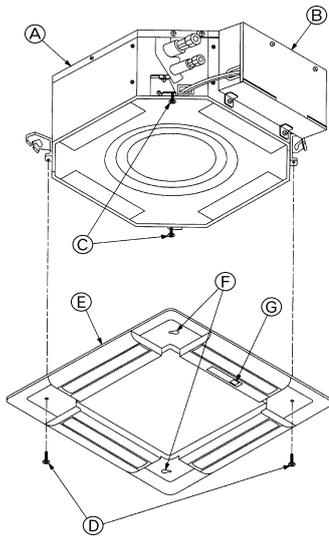
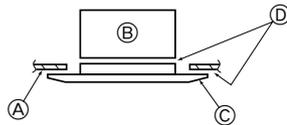
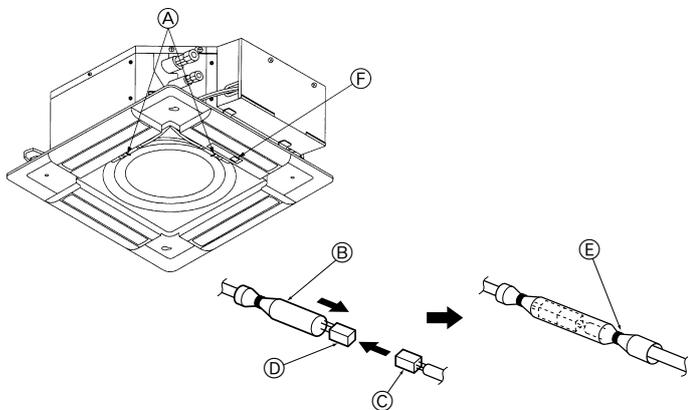
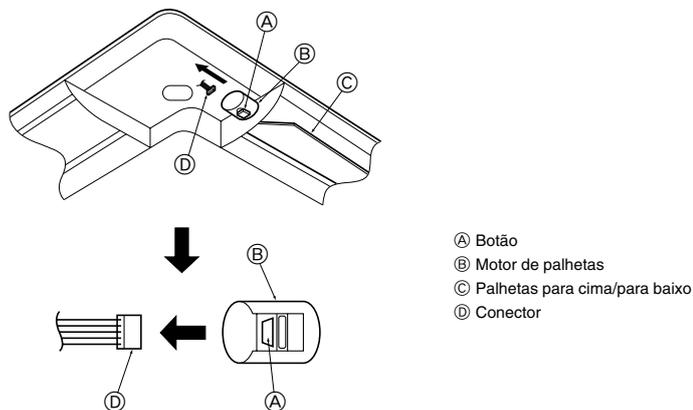

Fig. 8-6
Fig. 8-7
Fig. 8-8
Fig. 8-9
8.3.2. Instalação temporária da grelha (Fig. 8-6)
- (A) Unidade principal
- (B) Caixa do componente eléctrico
- (C) Parafuso com anilha (para utilização temporária)
- (D) Parafuso com anilha (Acessório)
- (E) Grelha
- (F) Orifício em forma de sino
- (G) Receptor (Para SLZ-KA25/KA35/KA50VAL)
8.3.3. Fixação da grelha (Fig. 8-7)
- (A) Tecto
- (B) Unidade principal
- (C) Grelha
- (D) Certifique-se de que não existe espaço.
8.3.4. Ligação do fio (Fig. 8-8)
- (A) Fecho (Acessório)
- (B) Tubo de vidro branco
- (C) Conector da unidade principal
- (D) Conector da grelha
- (E) Banda (Acessório)
- (F) Receptor (Para SLZ-KA25/KA35/KA50VAL)
8.4. Bloqueio da direcção do fluxo de ar para cima/para baixo (Fig. 8-9)